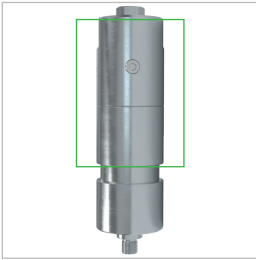

Figure 2
- ▶ Aucune fixation n'est autorisée sur les parties mobiles. Fixez le corps d'accouplement uniquement dans la zone prévue à cet effet (marquée Figure 2 en vert).